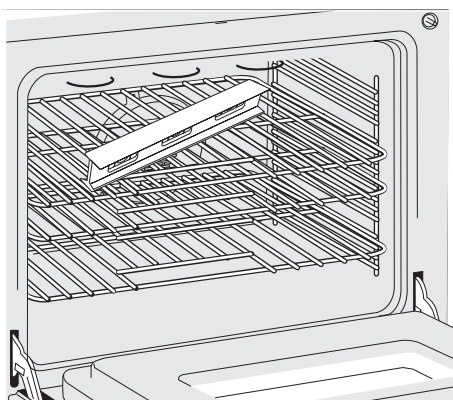
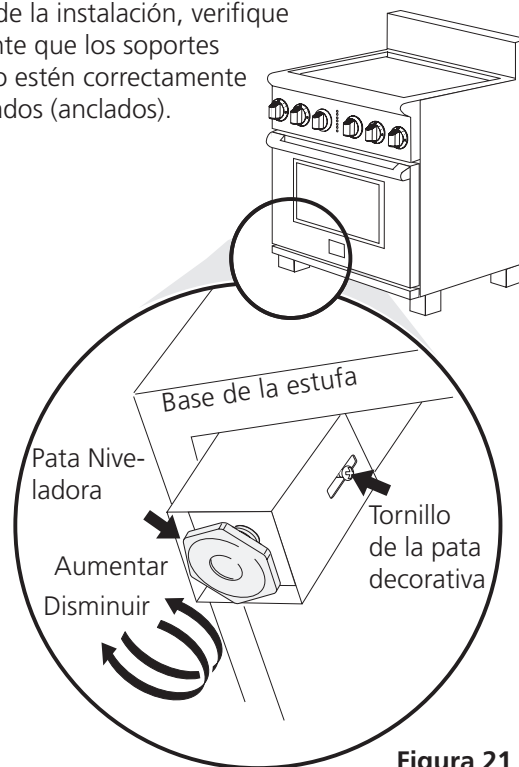

Figura 16
Figura 21
2. Ponga un nivel sobre la parrilla (figura 16). Ponga un nivel sobre la parrilla. Tome dos lecturas con el nivel puesto diagonalmente en una dirección y después en la otra. Nivele la estufa, si es necesario, ajustando las 4 patas niveladoras con una llave de tuercas (vea la figura 21).
6. Nivele la estufa si es necesario, ajustando las 4 patas niveladoras con una llave ajustable. Afloje el tornillo que fija la pata decorativa y levántelo para alcanzar la pata de nivelación. Dé vuelta a la pata de nivelación a la izquierda para levantar la estufa o a la derecha para bajar la estufa (véase la figura 21). Reemplace las patas decorativas según su conveniencia.